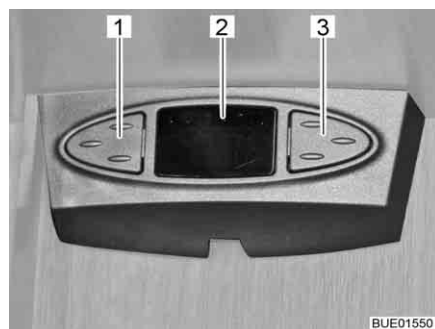

Fig. 38 Ratón satélite
Según el modelo, la instalación de antena parabólica estará equipada con un ratón satélite. La visualización (Fig. 38,2) del ratón satélite indicará el canal ajustado. Con las dos teclas se pueden manejar las funciones básicas de la instalación de antena parabólica (cambiar de programa, conectar/desconectar).
- Seleccionar el programa anterior de la lista de programas: Pulsar la tecla izquierda (Fig. 38,1).
- Seleccionar el programa siguiente de la lista de programas: Pulsar la tecla derecha (Fig. 38,3).
- Cambiar de radio a televisión y viceversa: Pulsar las teclas (Fig. 38,1 y Fig. 38,3) brevemente al mismo tiempo.
- Conectar/desconectar el receptor: Pulsar las teclas (Fig. 38,1 y Fig. 38,3) al mismo tiempo y mantenerlas pulsadas.